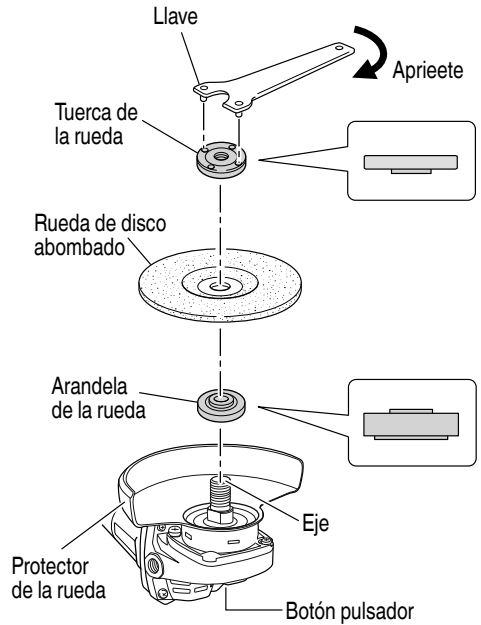

Fig. 5
Ceróiese de que el botón pulsador esté desenganchado presionándolo dos o tres veces antes de conectar la alimentación de la amoladora. (Fig. 5)
- (1) Dé la vuelta a la amoladora de forma que el eje quede encarado hacia arriba.
- (2) Alinee la muesca ovalada de la arandela de la rueda con la musca del eje, y después fíjelas.
- (3) Fije la parte saliente de la rueda de disco abombado en la arandela de la rueda.
- (4) Atornille la rueda en el eje.
- (5) Presionando el botón pulsador con una mano, bloquee el eje girando lentamente la rueda de disco abombado con la otra mano.
- Apriete la tuerca de la rueda utilizando la llave suministrada como se muestra en la Fig. 5.